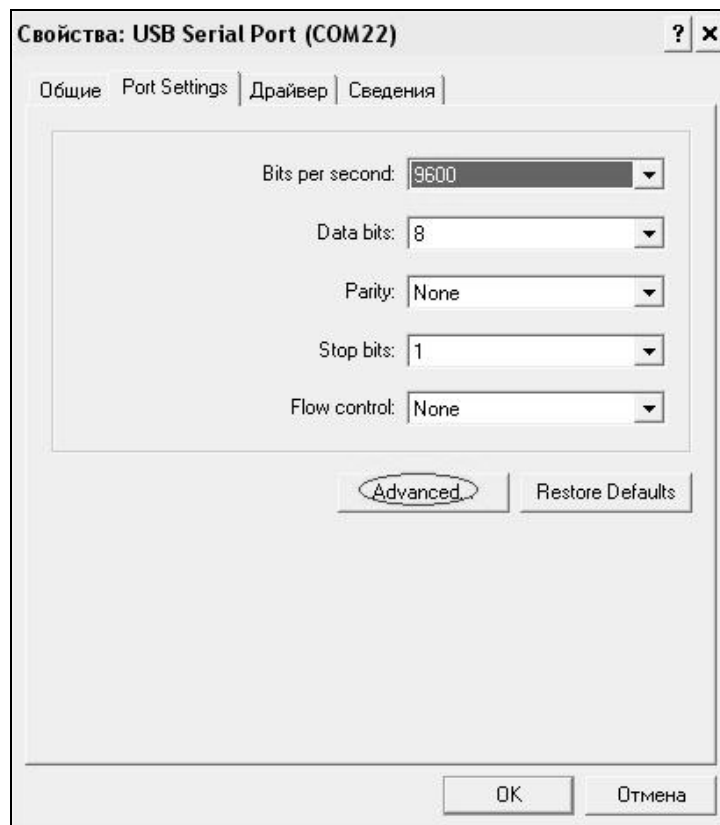
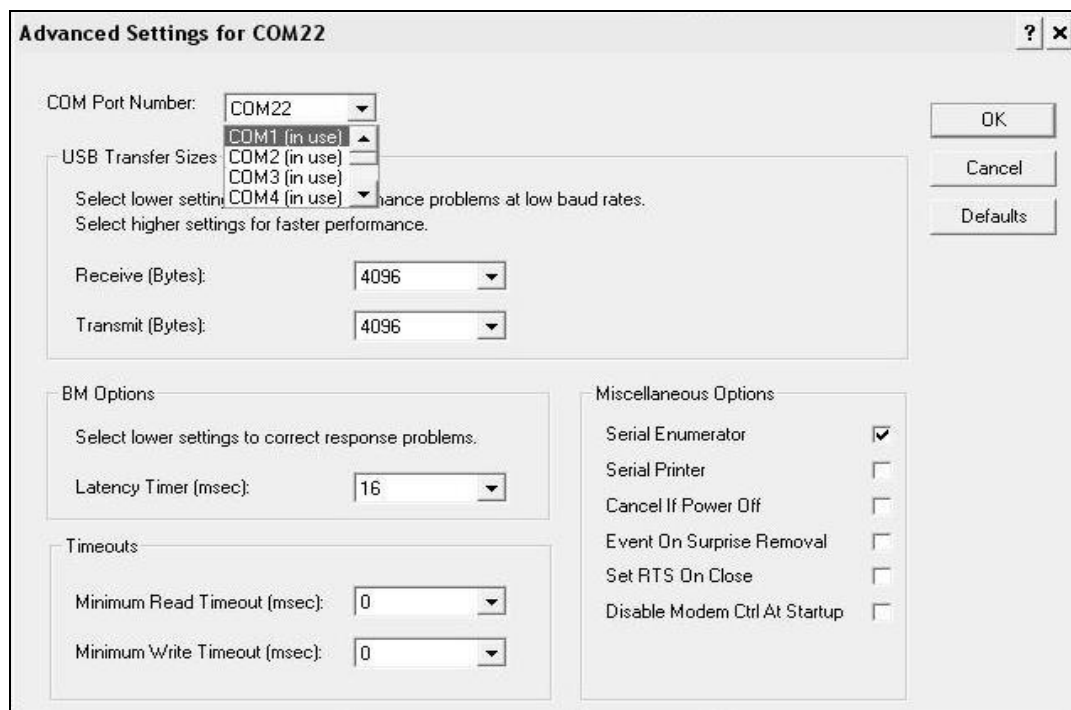

Рисунок 11 - Окно свойств USB-порта
Рисунок 12 - Дополнительные настройки драйвера
2.5.5.2.3 Перейти на вкладку «Параметры окна», нажать кнопку «Дополнительно» (рисунок 11) и в выпадающем списке «Номер Com-порта» выбрать «COM 1» (рисунок 12) и нажать кнопку «ОК».